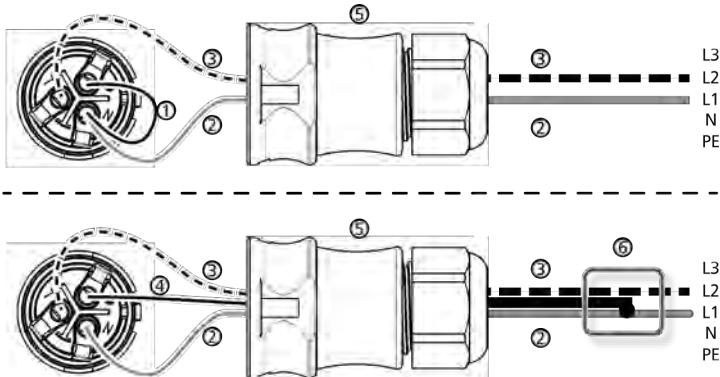

Abb. 6: Verbindung von N und FE im AC-Stecker (oben) oder Unterverteiler (unten)
- N und L werden wechselrichterseitig zwischen die Außenleiter L1 – L2 angeschlossen. Siehe ② und ③ in Abb. 6.
Abb. 6 zeigt beispielhaft die wechselrichterseitige Verbindung von L1 und FE:
- Abb. 6 wie oben.
2. ➤ Verbinden Sie wechselrichterseitig eine der beiden angeschlossenen Phasen mit FE. Stellen Sie die Verbindung entweder im AC-Stecker oder in einem externen Unterverteiler her gemäß Abb. 6.